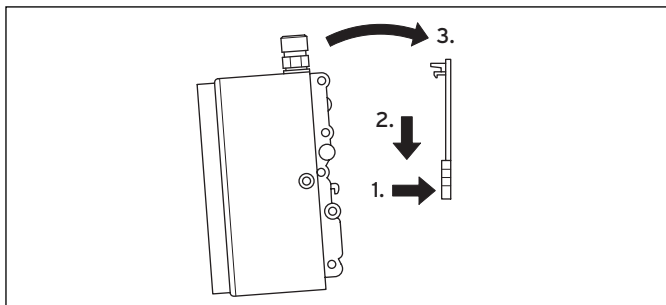

Рис. 3.3 Установка аппарата
- Для демонтажа аппарата фиксатор кронштейна поднять вверх плоской шлицевой отверткой и осторожно снять аппарат с кронштейна через верх (рис. 3.3).